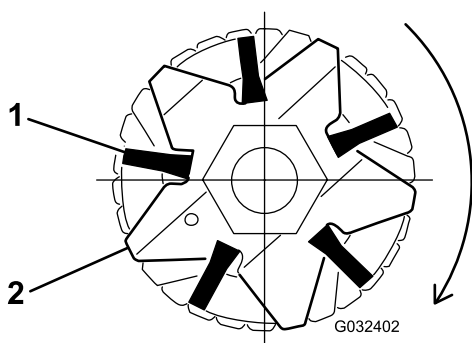

Рисунок 19
4. Убедитесь, что щетина точно установлена в пазы ножей механической щетки (Рисунок 17 и Рисунок 19).
5. Оберните крепежные ленты, не натягивая их, как показано на Рисунок 17, вокруг вала барабана механической щетки и щетины, вставляя ленты в канавки щетины Рисунок 19.